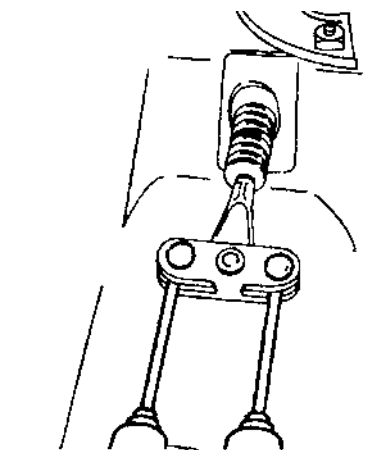

Рис. 7.59.
- отсоединить концы задних тросов привода стояночного тормоза от уравнивателя и снять уравниватель, а затем отделить конец переднего троса (в резиновой втулке) от кронштейна на днище кузова (рис. 7.59);
- отсоединить концы задних тросов от уравнивателя и снять уравниватель (рис. 7.59);